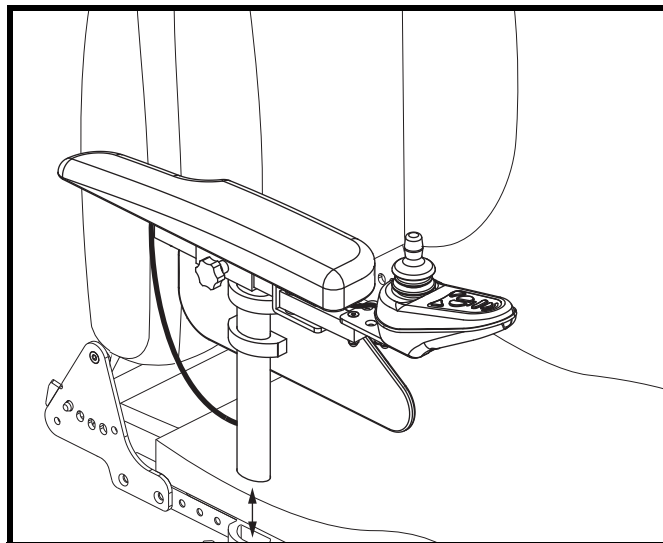

Figure 17. Installation/enlèvement d'accoudoir
1. Pull out the armrest lock lever. **See figure 17.**
1. Placez l'accoudoir dans le réceptacle de verrouillage. **Voir la figure 17.**